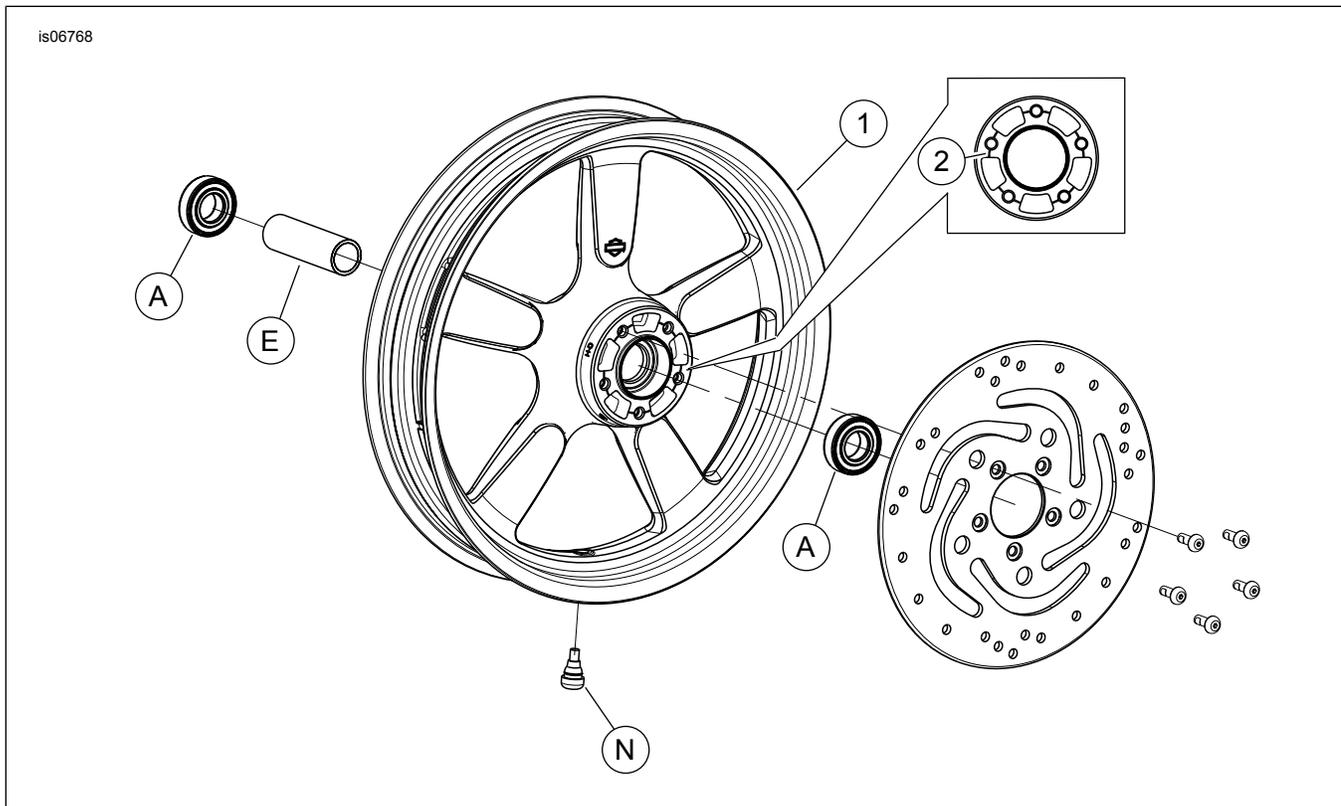

Figure 2. Pièces de rechange : Roue avant Fat-X
Ce kit inclut la roue personnalisée seulement. Voir Figure 2 et Tableau 2.
2. Voir Figure 2. Poser l'ensemble de tige de valve (N) sur la roue. Voir PNEUS dans le manuel d'entretien.